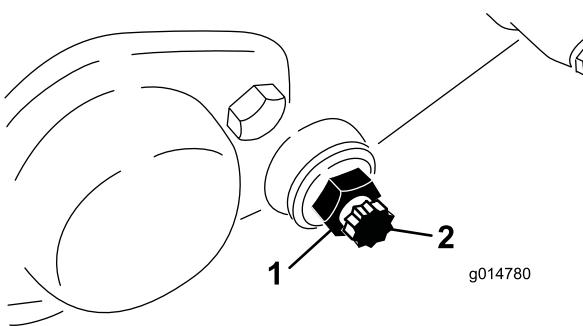

Figura 62
3. En cada lado de la máquina, afloje la contratuerca que fija el perno de la barra de asiento (Figura 62).